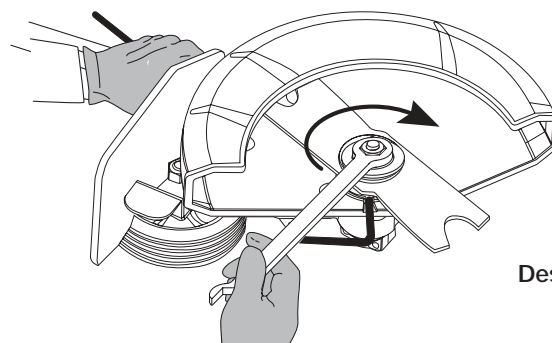

Fig. 31
3. Tenez la tige de blocage et desserrez l'écrou de la lame en le tournant à **droite** avec une clé de 5/8" (Fig. 31). Retirez l'écrou, la rondelle de retenue et la lame. Conservez l'écrou et la retenue de lame pour l'installation.